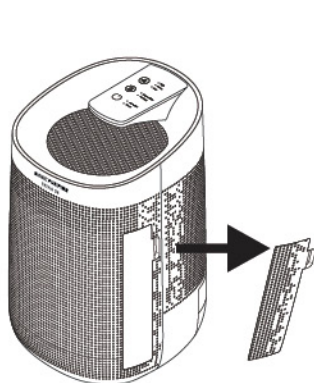

fig. 1
1. Tirare e sollevare per aprire il coperchio del filtro (fig. 1).